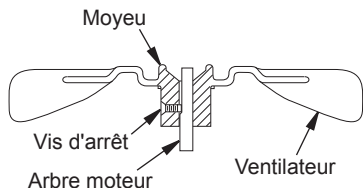

Figure 6 - Coupe transversale du ventilateur
6. Remplacez le ventilateur sur l'arbre moteur. Assurez-vous que la vis d'arrêt touche l'arrière de la surface plane de l'arbre du moteur (voir figure 6, page 8).